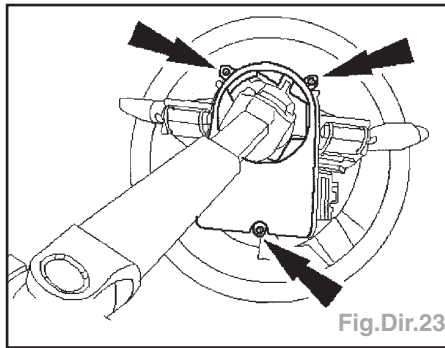

Fig.Dir.23
- Déposer le capteur de rotation de volant de direction (Fig.Dir.23).